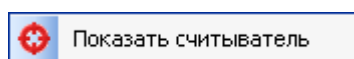

Рисунок 23 – Контекстное меню отказавших считывателей
- **отказавших считывателей – X**. Возникает при отсутствии связи со считывателем или при неправильной работе считывателя (X – количество отказавших считывателей в СИСТЕМЕ). При нажатии на кнопку  слева от строки “Отказавших считывателей”, раскрывается список с названиями всех отказавших считывателей. Для того чтобы определить место установки отказавшего считывателя на мнемосхеме необходимо дважды нажать ЛКМ на названии считывателя в списке или нажать ПКМ на названии и в контекстном меню (рисунок 23) выбрать пункт “Показать считыватель”.